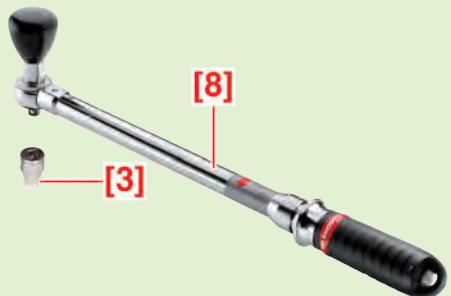

Fig.12
- Assembler la clé dynamométrique [8] et la douille [3] (Fig.12).
- Serrer la vis (1) au couple prescrit à l'aide de l'outil assemblé (voir l'éclaté de pièces "Freins avant") (chapitre «Méthode de réparation»).